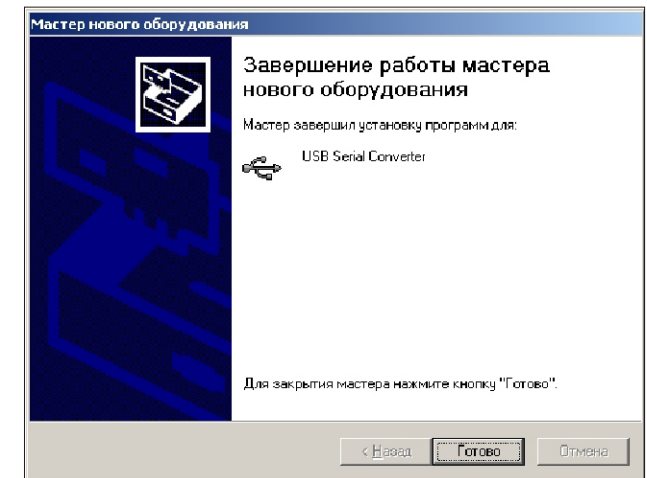

Рис. 3.8
- ♦ Затем появится диалоговое окно окончания установки, рис. 3.8.